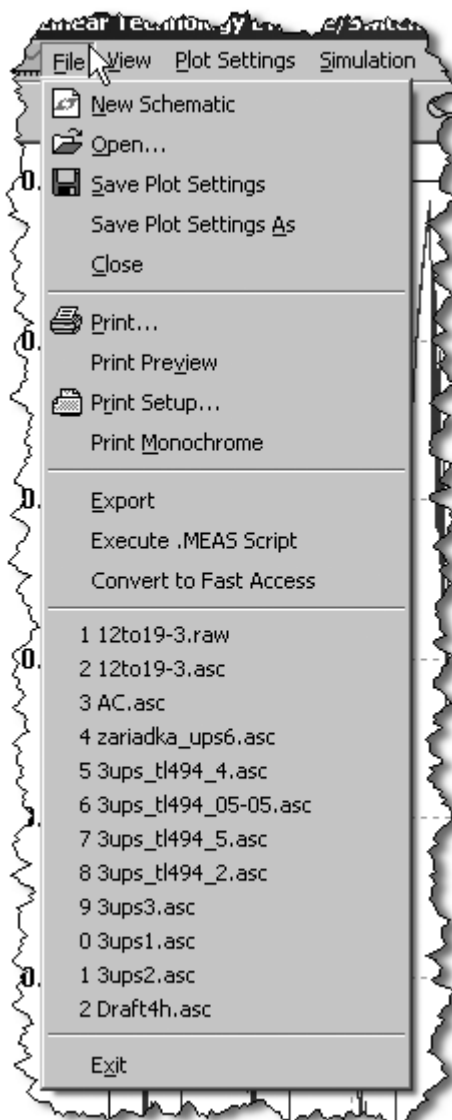

Рис. 6.2. Меню File
- ❑ **File** (Файл) — позволяет осуществлять различные действия с файлами (рис. 6.2):